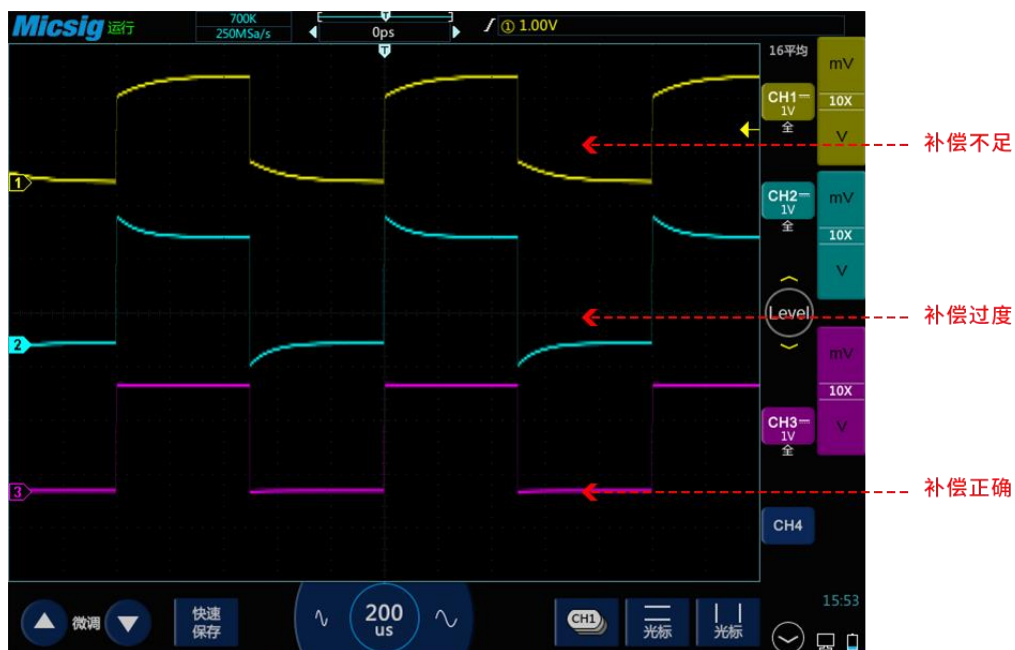

图2-13 探头补偿
- 5) 轻点 **Auto** 键或者手动调节波形垂直灵敏度、水平时基。观察波形形状，见图 2-13。